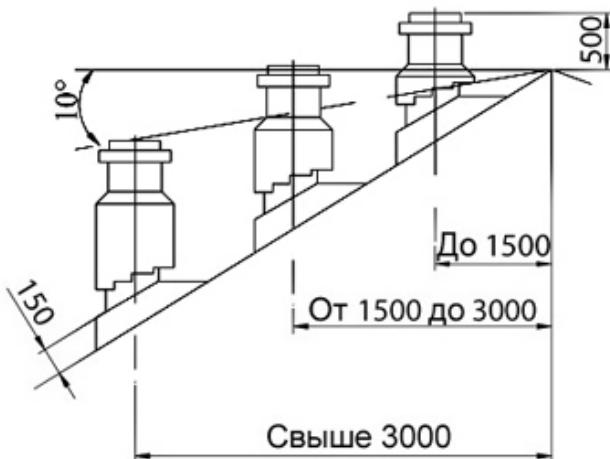

Рис. 1 Расположение дымовой трубы
6.8 Возвышение дымовых труб над кровлей следует принимать (см. рис. 1 - Расположение дымовой трубы):